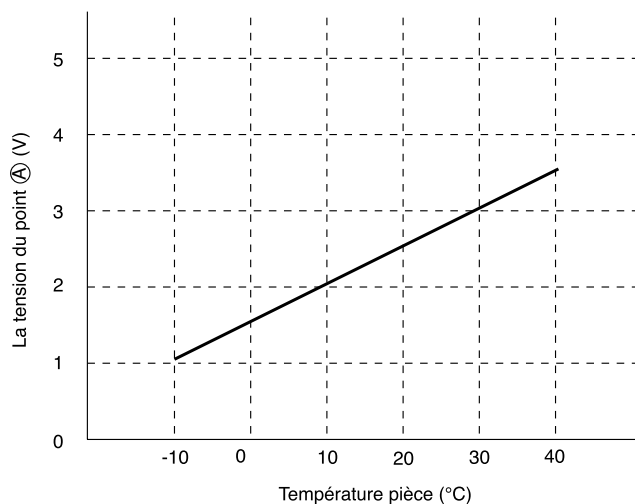

Fig. 4-2
(1) Préchauffage
(2) Une basse température dégèle au moment de la déshumidification - du refroidissement.
(3) L'absence de fonctionnement du robinet inverseur ou de détection de l'ouverture de la résistance thermique de l'échangeur de chaleur est contrôlée.
Selon la température de l'échangeur de chaleur, la tension du point (A) est la même que celle montrée sur la Figure 4-2.